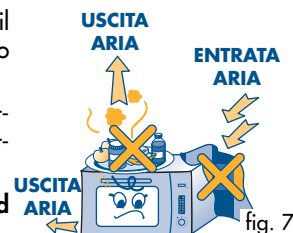

fig. 7
- 6) Non ostruire i fori di ingresso aria. In particolare, non appoggiare nulla sopra il forno e verificare che le feritoie di uscita aria e vapori (situate sopra, sotto e o dietro l'apparecchio) siano **SEMPRE LIBERE** (fig. 7).
- 7) Posizionare al centro della sede circolare il supporto (I) ed appoggiarci il piatto rotante (H). Il perno (D) deve inserirsi nella relativa sede al centro del piatto rotante.